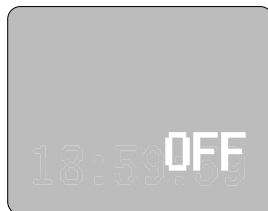

Abbildung 1
1. Wenn der Heizkörper mit Strom verbunden ist, zeigt der Bildschirm OFF an (Abbildung 1).